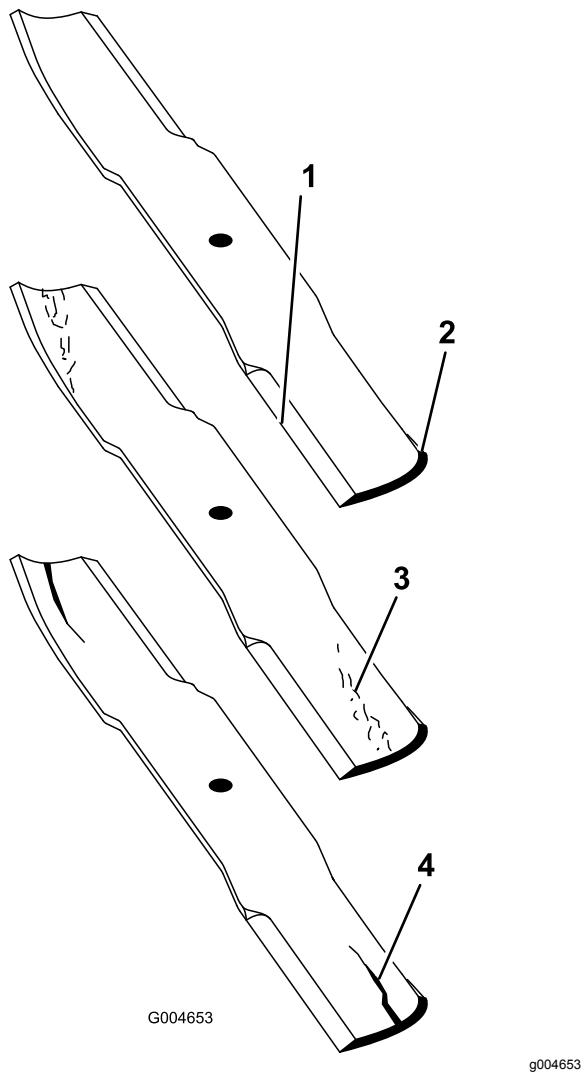

Figura 111
- Examine cuidadosamente los extremos de corte de la cuchilla, sobre todo en el punto de reunión entre la parte plana y la parte curva de la cuchilla (Figura 111). Puesto que la arena y cualquier material abrasivo pueden desgastar el metal que conecta las partes curva y plana de la cuchilla, compruebe la cuchilla antes de utilizar el cortacésped. Si se aprecia desgaste (Figura 111), cambie la cuchilla.